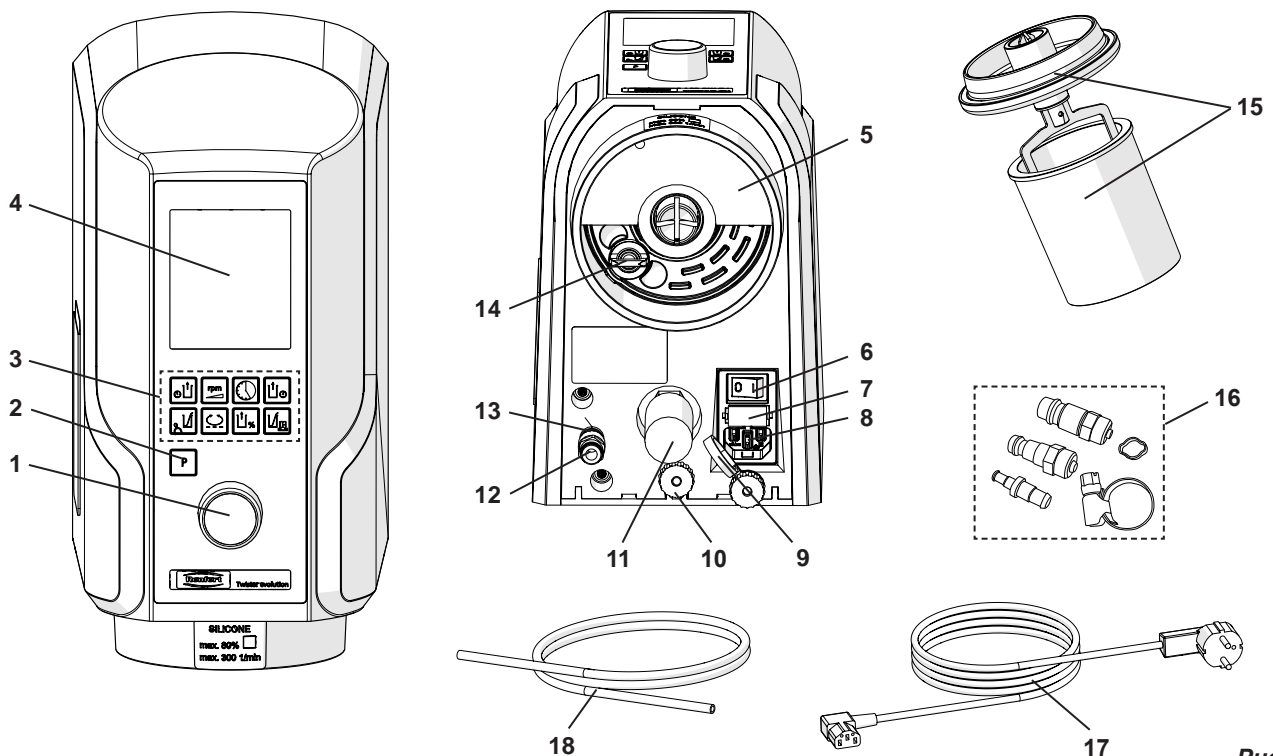

Рис. 1
- ⇒ Шланг для подачи сжатого воздуха (18) ввести до упора в штуцер для сжатого воздуха (12). При этом должно ощущаться незначительное сопротивление.
- ⇒ Для подсоединения к сети сжатого воздуха выберите подходящую соединительную муфту из прилагаемого комплекта (16, Рис. 1) и насадите ее на конец шланга.